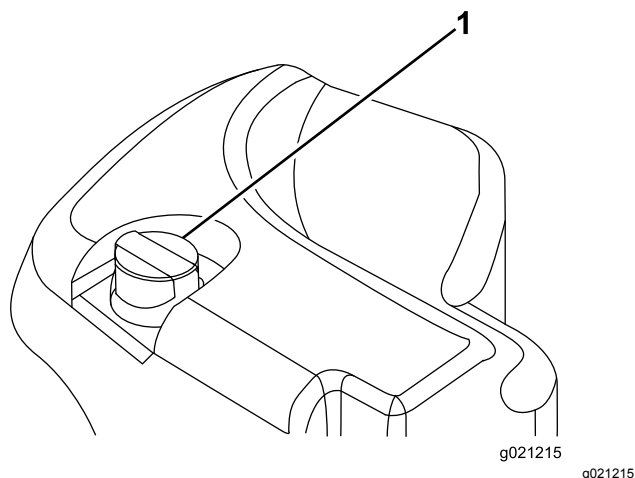

Figura 30
2. Limpe a zona em redor do tubo de enchimento e da tampa do depósito hidráulico (**Figura 30**). Retire a tampa do tubo de enchimento.